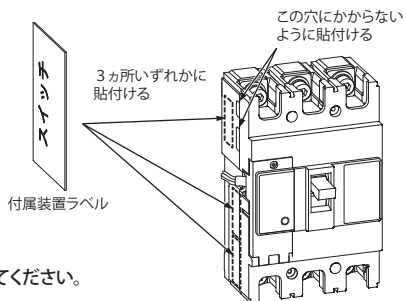

図5
⑤同梱の付属装置ラベルをブレーカの側面(3カ所いずれか)に貼付けてください。(図5)